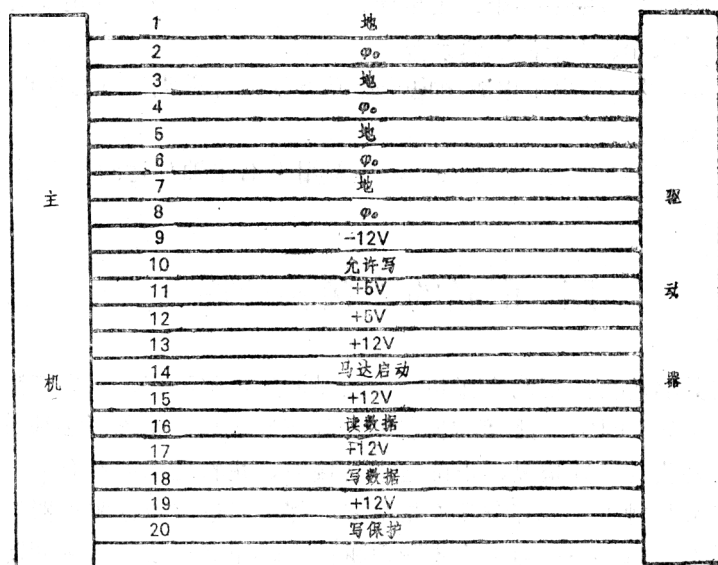

图59 扁平线缆接线图
(4) 驱动电路板完成主轴马达的开关以及转速的控制等。
(5) 压框通过旋转把手将软磁盘压紧，并保证其同心旋转，实现磁头加载，保证磁头与软磁盘间的合理间隙。
(6) 写保护开关负责开通或切断写保护信息。
(7) 20芯扁平线缆，完成主机和软盘间的电源供给和信息传输（图59）。